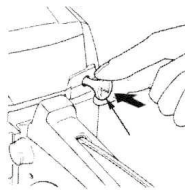

Рис. 5.2.2
3) После первых вспышек в цилиндре переведите рычаг воздушной заслонки в положение открыто . См. рис. 5.2.2